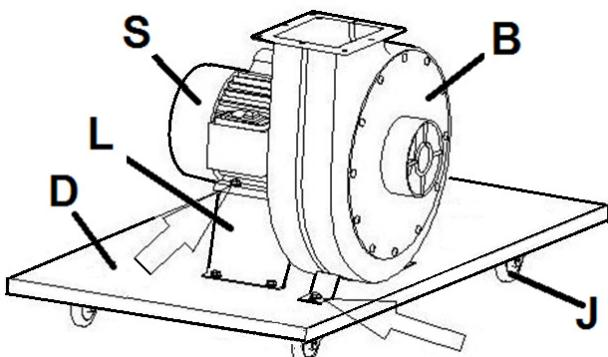

Fig 4
Fixer le support du moteur (L, Fig 4) et l'ensemble moteur/ventilateur (S, B) sur le socle (D), à l'aide des vis hexagonales et des rondelles fournies (voir Fig 4).